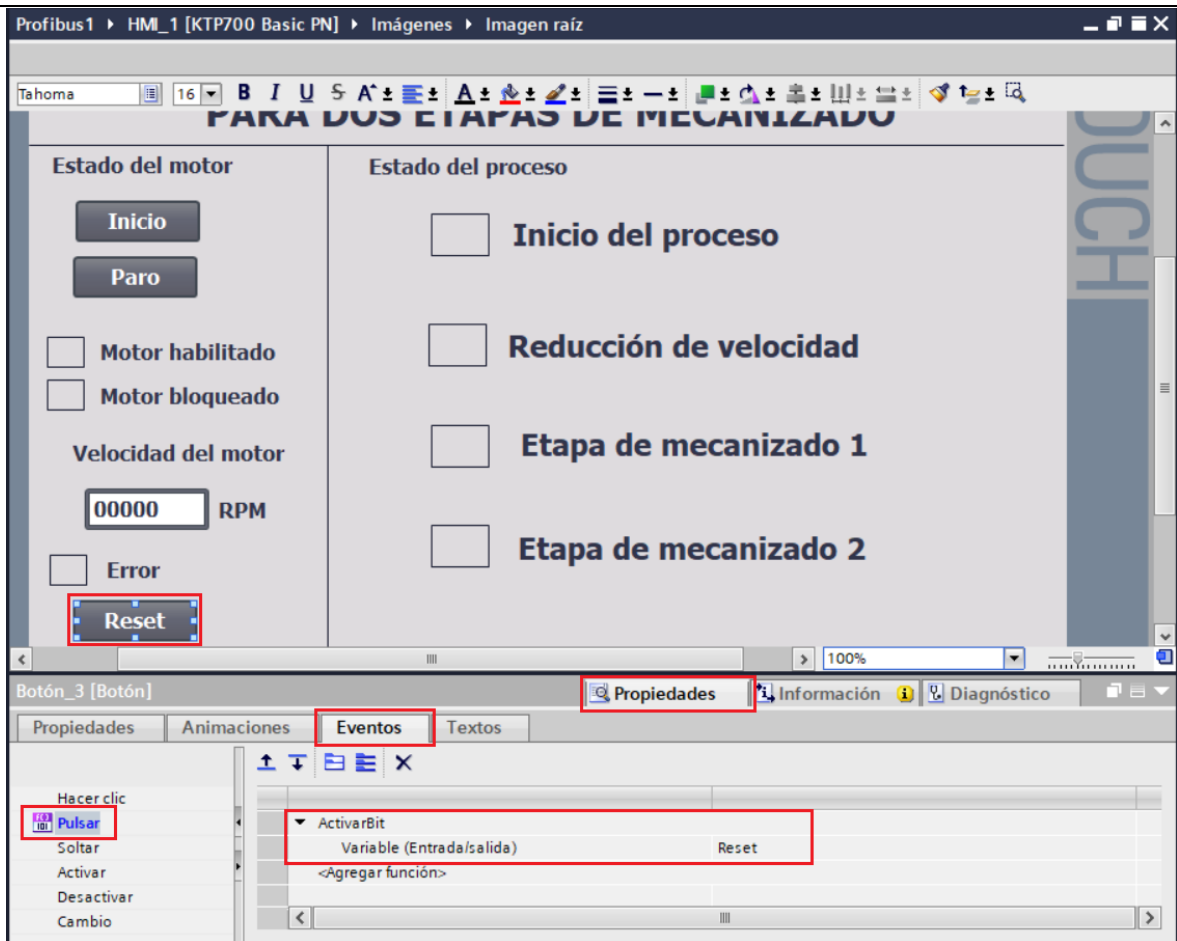

Figura 32: Configuración botón Reset.
- En “Variable (Entrada/Salida)” escoger la variable del PLC_1 “**Reset**” (ver Figura 32).